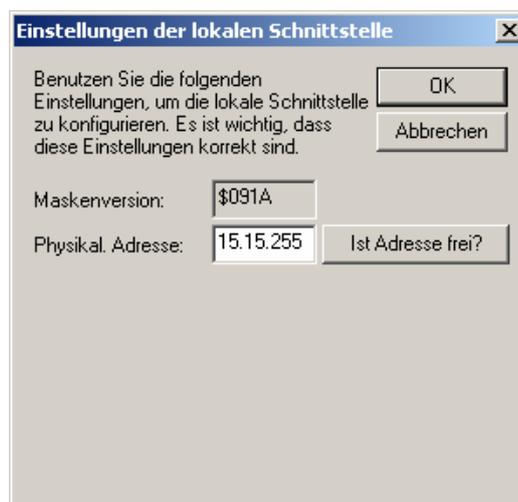

Bild 10: Einstellungen der lokalen Schnittstelle
7. Die Einstellungen der lokalen Schnittstelle öffnen sich (vgl. Bild 10). In das Feld "Physikalische Adresse" muss nun die physikalische Adresse der IP-Datenschnittstelle eingetragen werden. Es ist darauf zu achten, dass die Adresse von keinem anderen Gerät im ETS-Projekt verwendet wird (ggf. Prüfung durch die ETS 3 "Ist Adresse frei?"). Nach einer erfolgreichen Adressvergabe sollte im ETS-Projekt an der topologisch richtigen Stelle ein Dummy-Gerät eingefügt werden. Im Auslieferungszustand ist als physikalische Adresse "15.15.255" voreingestellt. Durch Anklicken der Schaltfläche "OK" wird die Konfiguration der IP-Datenschnittstelle beendet. Die IP-Verbindung ist danach nutzbar.